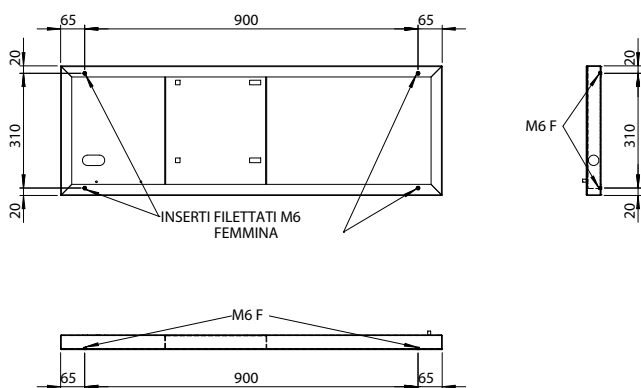

Fig. 1.i
- cabinet conforme a normativa antisismica secondo standard IEC60068-2-6, IEC60068-2-57, IEC60068-2-64, ISO2041. Per rispetto di suddette normative in cabinet deve essere ancorato al suolo attraverso appositi fori filettati (filetto M6 femmina) come da fig. 1.i